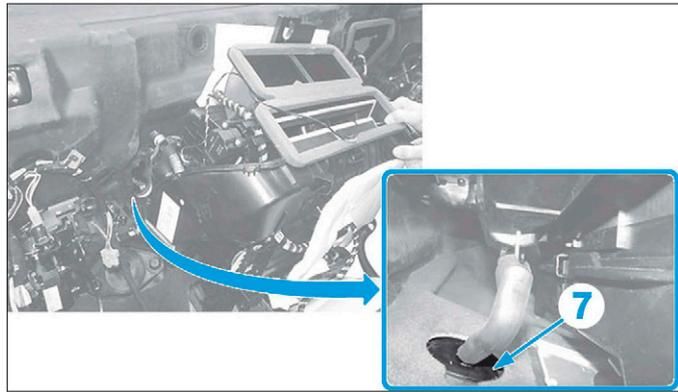

FIG. 18
- Désaccoupler le tuyau d'évacuation de condensation (7) (Fig.18).